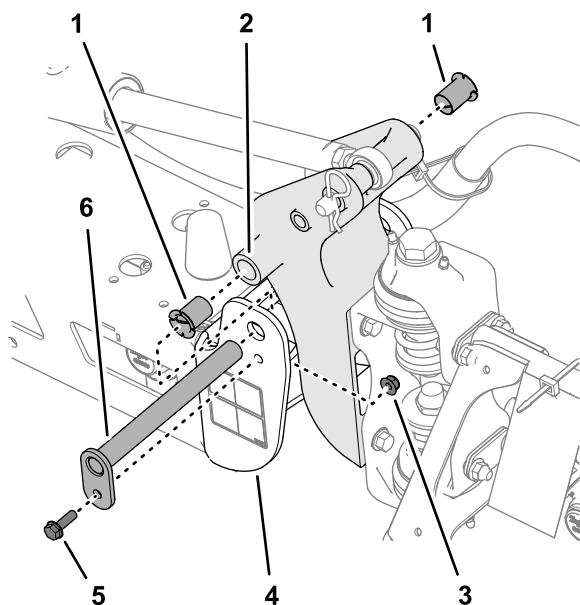

Figura 108
3. Retire o parafuso e porca que prende o pino de articulação e retire o pino (Figura 108).
5. Retire e inspecione os casquilhos de nylon dos lados dianteiro e traseiro do suporte da articulação (Figura 108).
6. Lubrifique os casquilhos de nylon com uma leve camada de óleo e instale-os no suporte da articulação (Figura 108).
7. Alinhe dos furos no suporte da articulação com os furos do canal final (Figura 108).